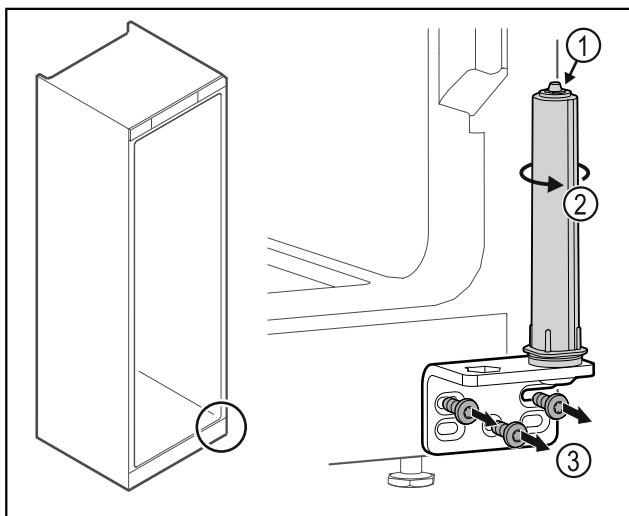

Fig. 50
► Не розбирати систему закриття дверей Fig. 50 (1).
- Повернути систему закриття Fig. 50 (2) до клацання.
- Відкрутити шарнірний кутик Fig. 50 (3).